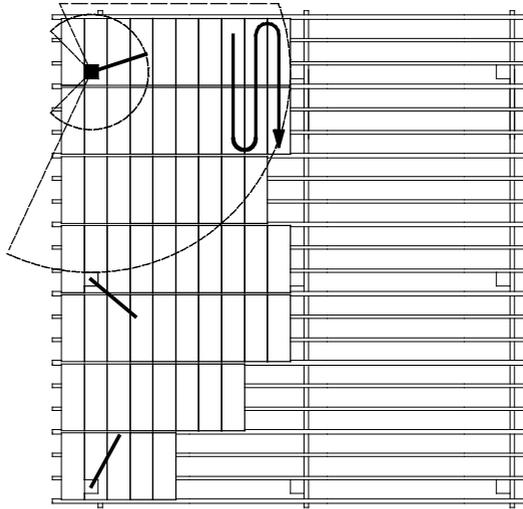

Abbildung 33. Abdeckprozess nach Wechsel der Verankerung.
4. Verbinden Sie sich mit einem angrenzenden SkyReach Anker und fahren Sie fort, indem Sie die mit diesem Anker erreichbaren Bereiche abdecken. Siehe Abbildung 33. Wiederholen Sie den Vorgang mit den Ankern in den übrigen Stützen, die benötigt werden, um die gesamte Fläche abzudecken.